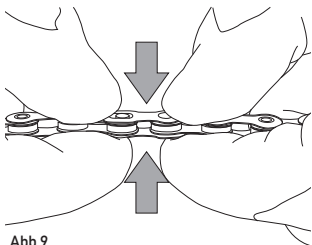

Abb.9
- Drücken Sie das C-Link™, um sicherzustellen, dass die Stifte vollständig eingesetzt sind (**Abb. 9**).